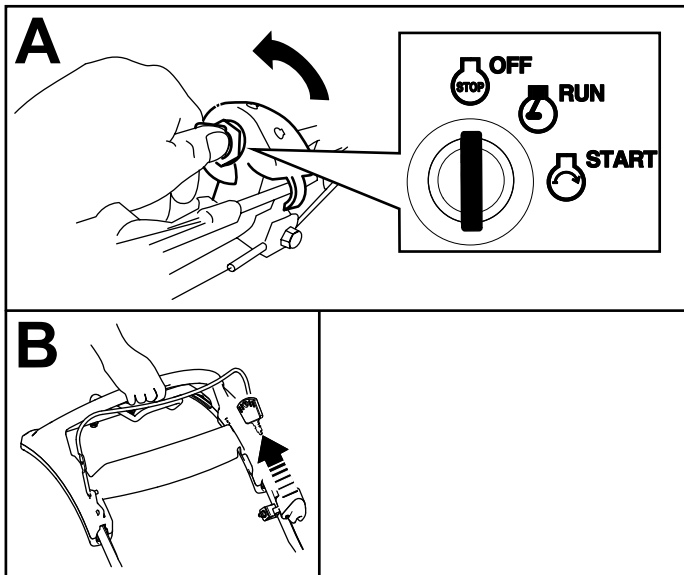

Figuur 18
1. Draai het contactsleuteltje naar de stand UIT (A van Figuur 18).
2. Als de motor gestopt is, verwijdert u het contactsleuteltje. Neem het mee als u de machine achterlaat (B van Figuur 18).